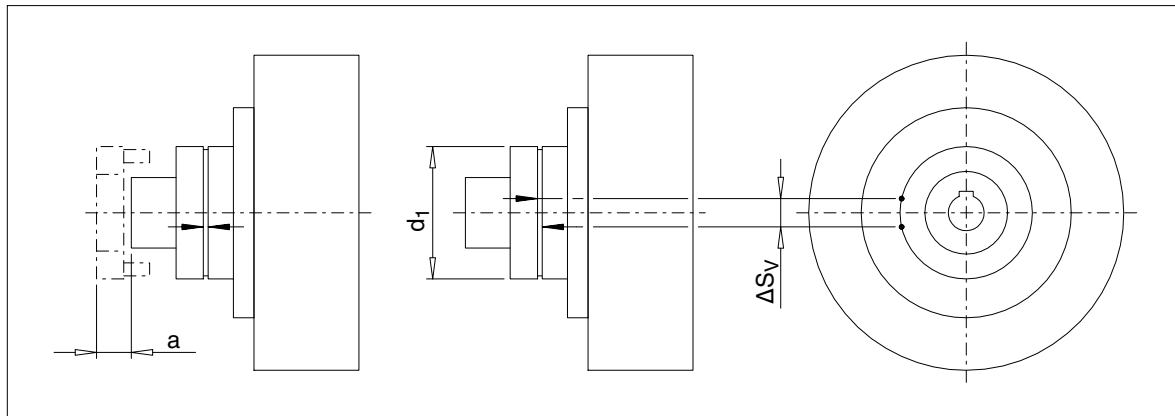

图 13: N-EUPEX 可拆式联轴器的维护间隔时间
弹性元件 (12) 可以在达到设定的磨损极限前一直使用。为了评估磨损情况，在表 9 中证明了所允许的扭转间隙，它是换算到联轴器外直径上的弦齿尺寸 ΔS_V 。为了测定该尺寸 ΔS_V ，将联接件在没有扭矩的情况下旋转到碰撞并在两侧划上标记（参见图 13）。通过反向旋转联接件，直到停止，标记彼此分离。标记间距离就是弦齿尺寸 ΔS_V 。如果尺寸 ΔS_V 超过在表 9 中规定的数值时，那么必须更换弹性元件 (12)。
对于 "FGD" 和 "FVD" 类型，换机罩 (12) 可以不移动已联接好的设备，如果考虑到替换尺寸 "a" (参见表 9 和第 10.3 章节的图 13)。在部件 2/3 的螺栓连接松动后，轴向移动部件 3 并向部件 2 扭转。然后弹性元件 (12) 可供使用。